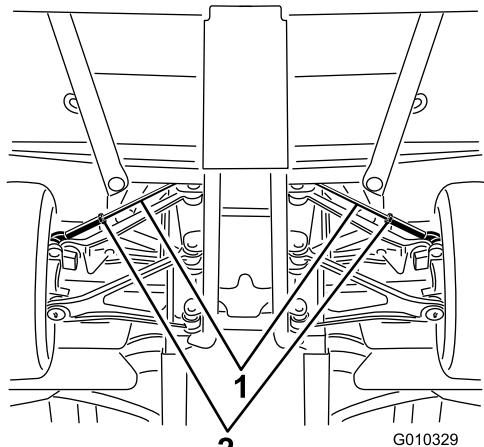

Figura 61
- Afloje la contratuerca del centro del tirante (Figura 61).